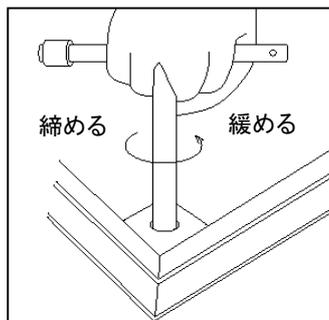

図3
3. 専用ハンドルのネジ部をボルト穴にねじ込みます。専用ハンドルは対角にセットして下さい。 (図3)